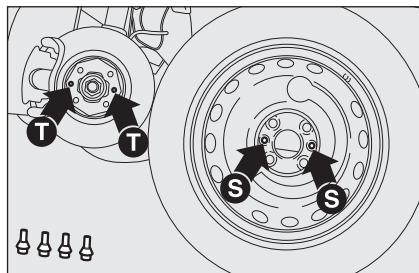

fig. 7
- ☐ monte la rueda de repuesto (más pequeña que una rueda normal) haciendo coincidir los orificios **S-fig. 7** con los espárragos de centrado **T**;
- ☐ monte la rueda normal de uso haciendo coincidir los orificios **S-fig. 7** con los espárragos de centrado **T** correspondientes;